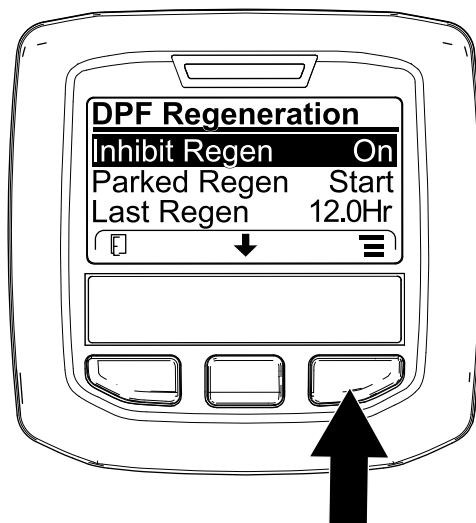
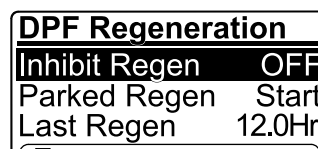

図 38
図 39
1. DPF Regeneration メニューで、中央ボタンを押して再生禁止 INHIBIT REGEN オプションに移動し、右ボタンで中に入る 図 38。
2. 右ボタンを使って、設定をを、ON から OFF 図 38 または OFF から ON に変える 図 39。